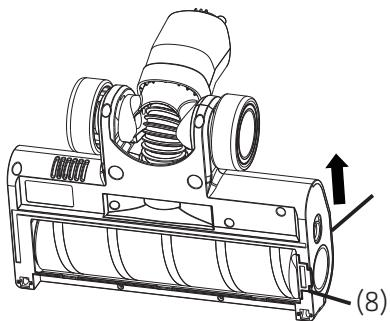
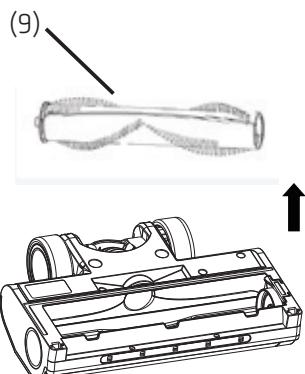

Fig. 6-6a
Fig. 6-6b
6) Hvis der er hår i gulvbørsten, skal du trykke på udløserknappen (8) på siden af gulvbørsten og derefter trykke på rullebørstens udløsertap (7) som vist nedenfor, for at åbne rullebørstens dæksel. Tag derefter rullebørsten (9) ud. (Se fig. 6-6A/see fig. 6-6b)